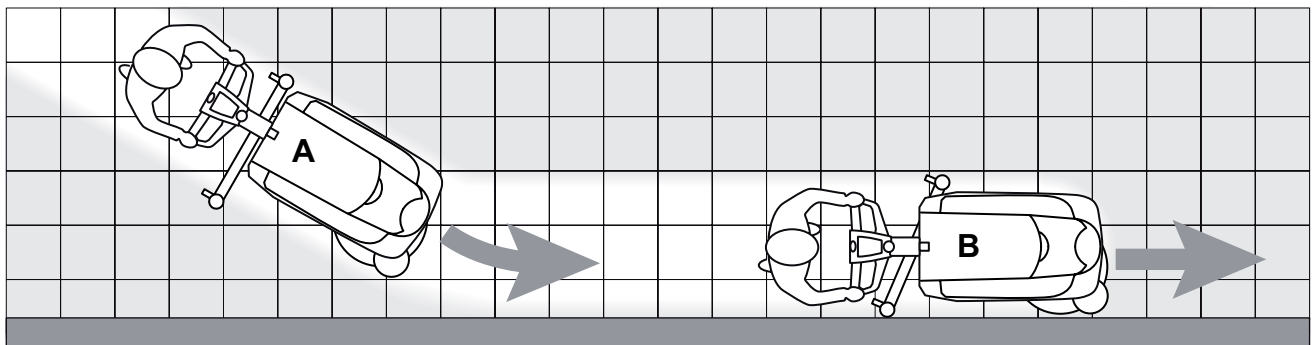

Abbildung 2
*Damit auch die Bodenränder an den Wänden einwandfrei gereinigt/getrocknet werden, empfiehlt Nilfisk, mit der rechten Geräteseite wie auf Abbildung 2 an die Ränder heranzufahren.*